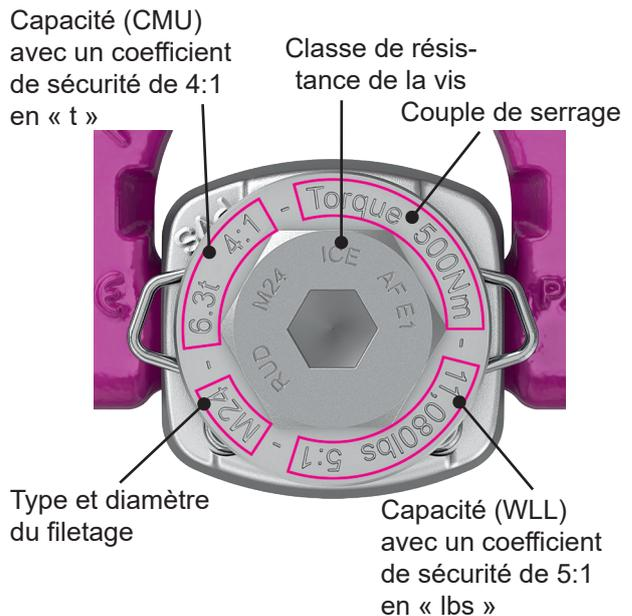

Fig. 1 : ACP M8-M30 ou 1/2"-1 1/4" - Marquage sur la tête de vis
- **M8-M30 ou 1/2"-1 1/4"** : Indications sur le dessus du corps de l'anneau et sur la tête de vis (cf. Fig. 1).